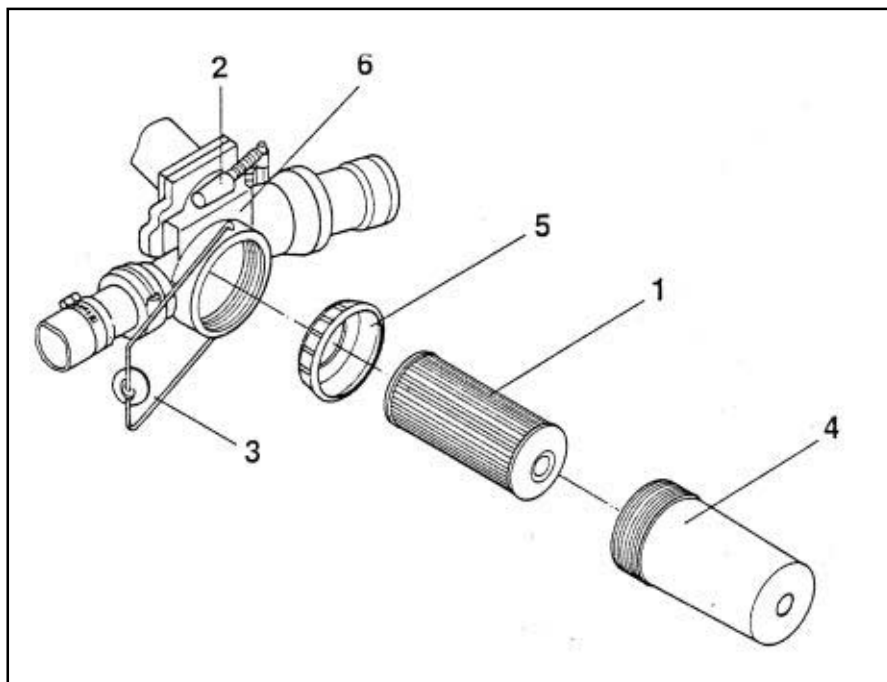

Fig. 7.11
Filterindsatsen (Fig. 7.11/ 1) rengøres dagligt efter at sprøjtearbejdet er afsluttet.
- Betjeningshåndtaget (Fig. 7.11/ 2) sættes i position "påfyldning".
- Fjederbøjlen (Fig. 7.11/ 3) svinges til side.
- Filterbægeret (Fig. 7.11/ 4) trækkes af ved at dreje til højre og venstre.
- Filterindsatsen (Fig. 7.11/ 1) og centreringskransen (Fig. 7.11/ 5) er nu frit tilgængelig.
Den åbne side på filterindsatsen skal pege mod huset til filterhanen (Fig. 7.11/ 6).
- Betjeningshåndtag (Fig. 7.11/ 2) sættes i position "sprøjtning" og det kontrolleres at filterhanen er tæt.